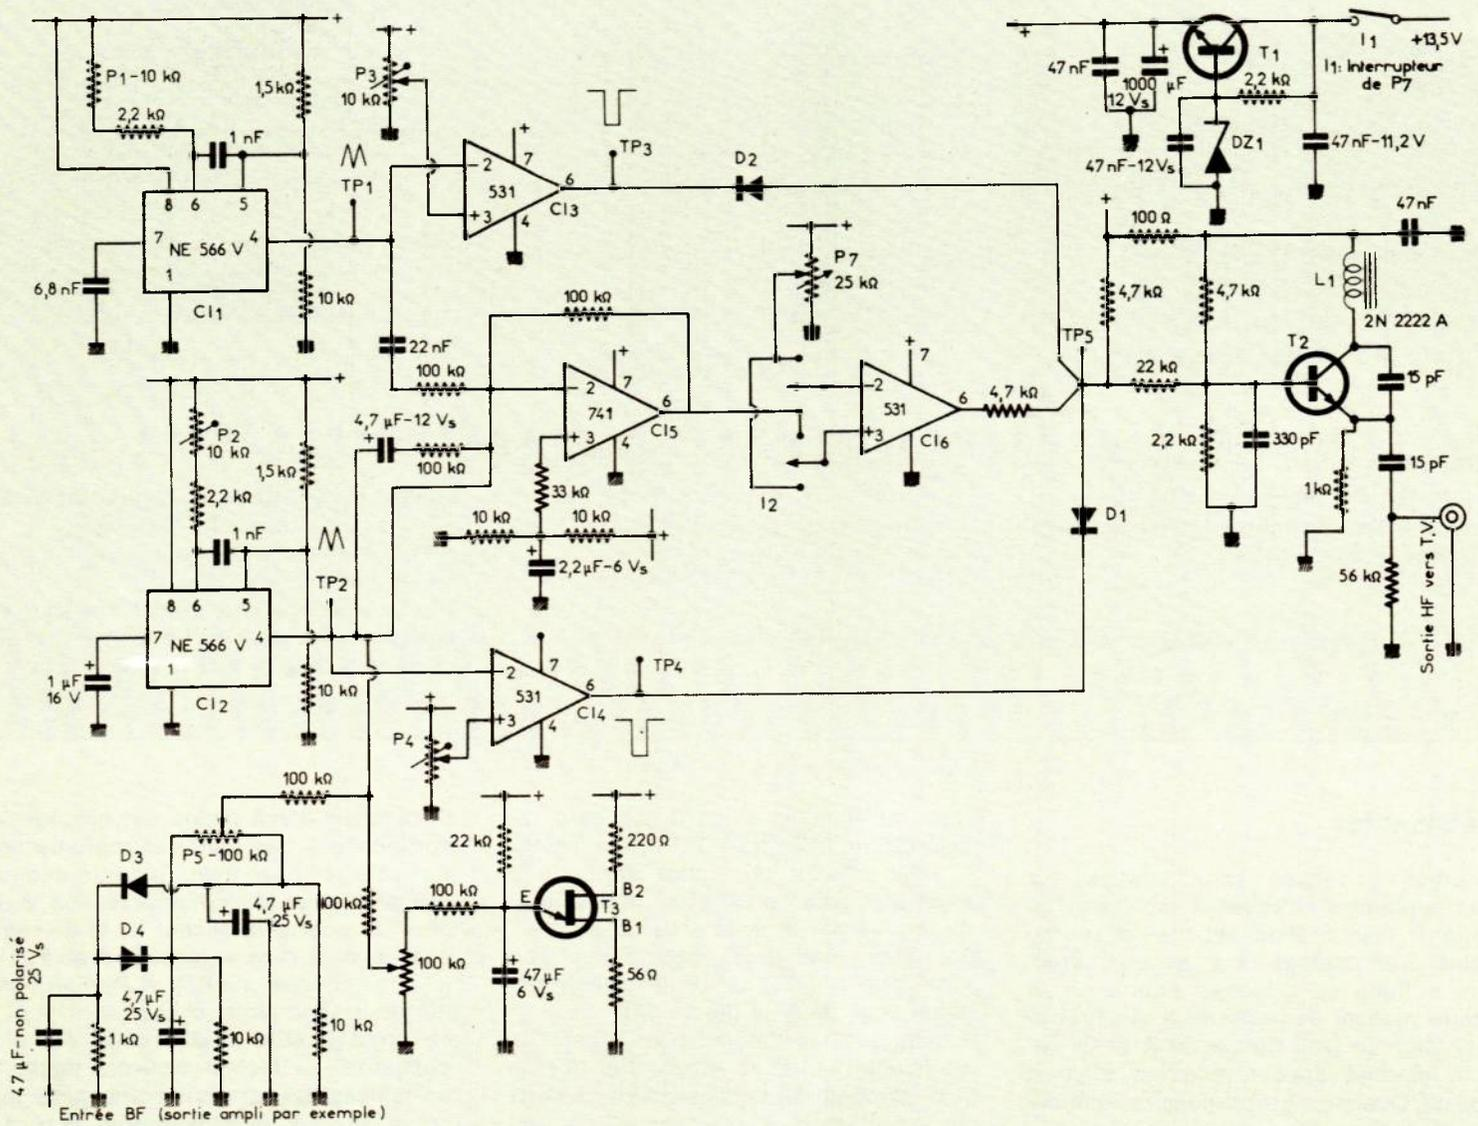

Figure 11 : Schéma détaillé. La bobine L_1 est bobinée sur noyau ferrite de diamètre 8 mm et fait 2,5 spires.
2) Etude du schéma (figure 8 et figure 11)